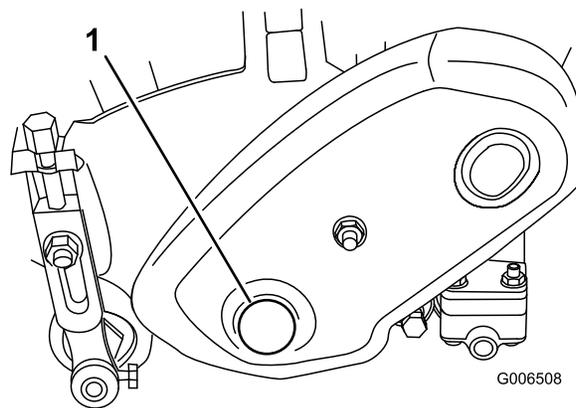

図 68
1. リール・アセンブリの左側にあるプラグ (図 68) を外す。